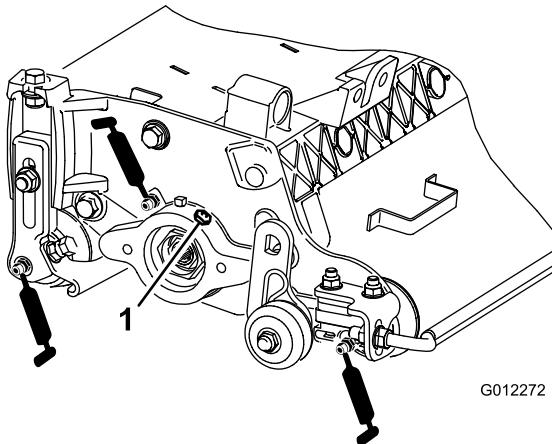

Figura 8
2. Aplique a lubrificação até que se veja lubrificante limpo a sair dos vedantes do rolo e da válvula de descarga do rolamento (Figura 8).